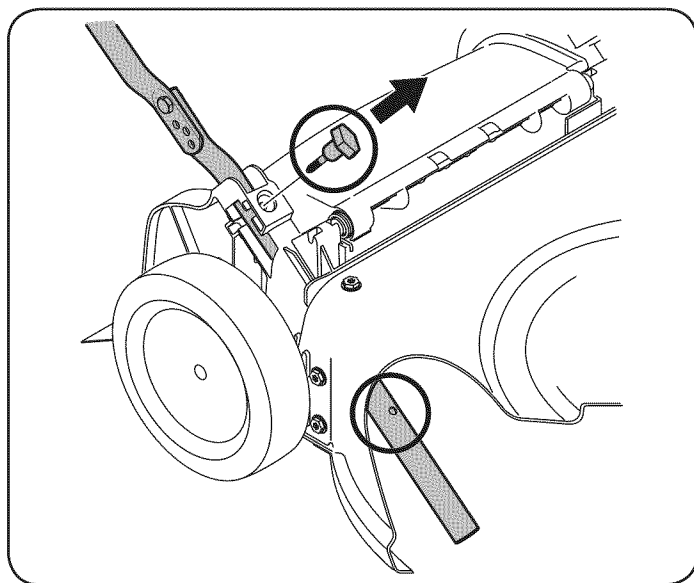
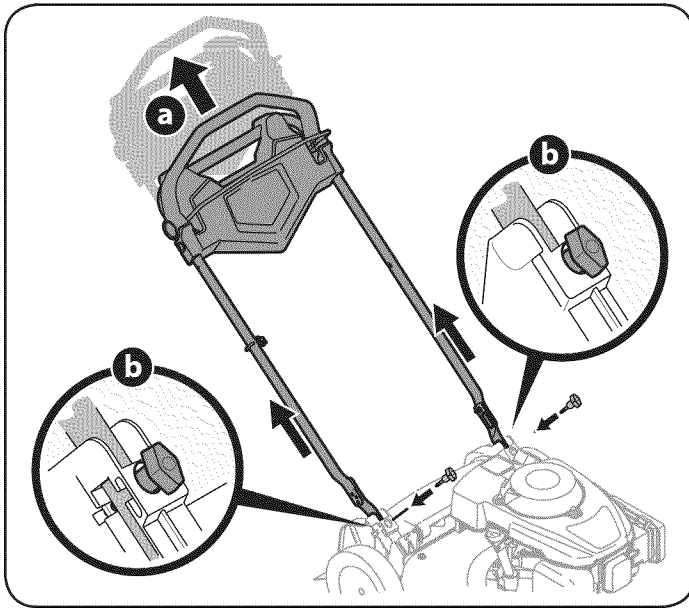

Figura 3
Figura 4
2. Retire la T-remos de la manija entre corchetes como se muestra en la Figura 3.
- a. Tire hacia arriba en el asa hasta agujeros en la manija (que se muestra en la Figura 3 corte de la cubierta) se alinean con los agujeros en el mango soporte. Vea la Figura 4.
- b. Inserte el T-pernos quitó anteriormente a través del mango corchetes y asa inferior y apriete bien para asegurar el mango en su lugar. Vea la Figura 4.